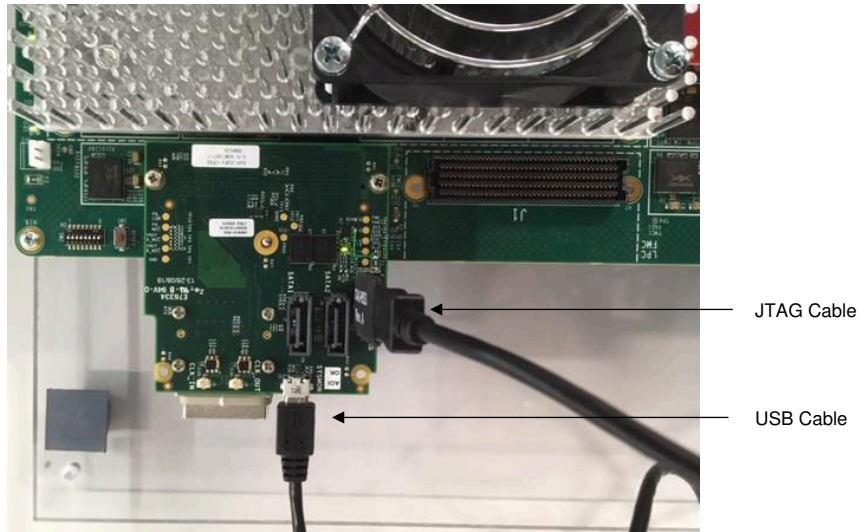

图 6-3. JTAG 和 USB 电缆连接
- 使用 USB 电缆连接 USB 子板和 PC，请参阅图 6-3。